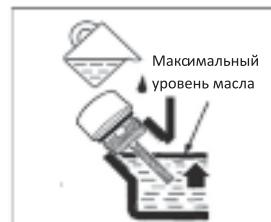

Рис. 4
3. Через маслозаливную горловину залейте моторное масло в картер двигателя до уровня нижней кромки маслозаливной горловины (рис. 4);
1. Выкрутите пробку маслозаливной горловины (поз. 3, рис.4);